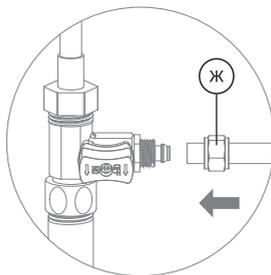
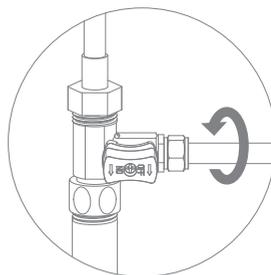

Рис. 11
Рис. 12
2. В гайку (Ж) проденьте зеленую пластиковую трубку, идущую на вход в фильтр (рис. 11). Конец трубки наденьте на штуцер адаптер-вентили до упора и плотно накрутите гайку (рис. 12).